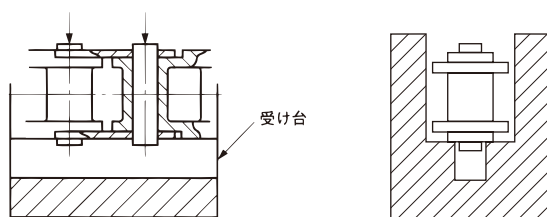

図15.プラコンビを受け台にセットした断面
- ②二次パンチ(「ドライブチェーン&スプロケット」カタログアクセサリの項参照)とハンマを用いて、リンクから一对のピンを抜きます。ピンを抜いた部分のプッシュが内プレートから抜けていないか、変形がないかチェックしてください。もし、抜けたり変形したときは、その部分は使わないでください。
- ①チェーンの外プレートを受け台で受け、ピンの頭を専用パンチ(写真参照)で押えて、ハンマでパンチの頭を軽くたたきます(図15)。
- ②このときエンブラ部分に大きな力をかけると、破損するおそれがありますので、ご注意ください。